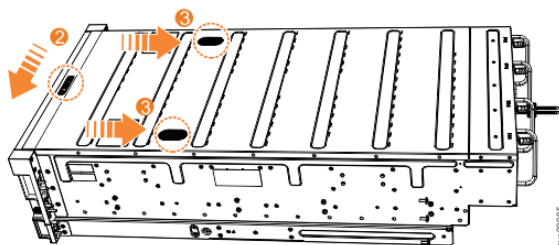

Figure 79. Remise en place du capot supérieur
2. Poussez le levier de dégagement du capot vers le côté (2) comme indiqué dans la Figure 79, à la page 70.
3. Refaites glisser le capot vers l'arrière du boîtier (3) jusqu'à ce qu'il s'arrête, comme indiqué dans la Figure 79, à la page 70.